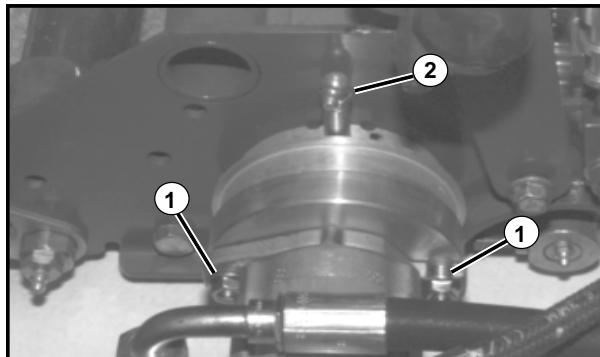

Fig. 8.3.2
5. Instale dos (2) tornillos de 5/16-18 x 1 1/2" (con arandela y arandela de bloqueo) en los orificios de montaje (ver Fig. 8.3.2).
7. Agregue lubricante con base de litio a las cajas de los cojinetes en AMBOS extremos de los enrolladores (consulte la grasería de la Fig. 8.3.2). Los cojinetes de ambos extremos han sido llenados parcialmente con lubricante en la fábrica y requieren de lubricación adicional después de haber sido armados. Utilice una pistola a presión para añadir lubricante hasta que comience a salirse por las graseras. Limpie el lubricante sobrante.